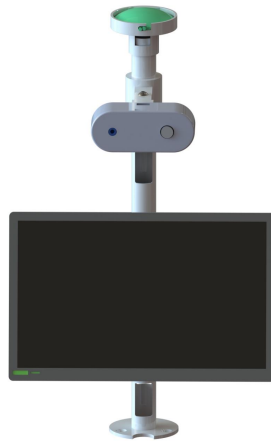

图 5 健康安检模块
(5) 健康安检模块: 如图5所示, 由麦克风模块、安防模块(包含2D摄像头及测温模块)、显示器和连接杆设备组成, 用于实现紫外消杀功能。